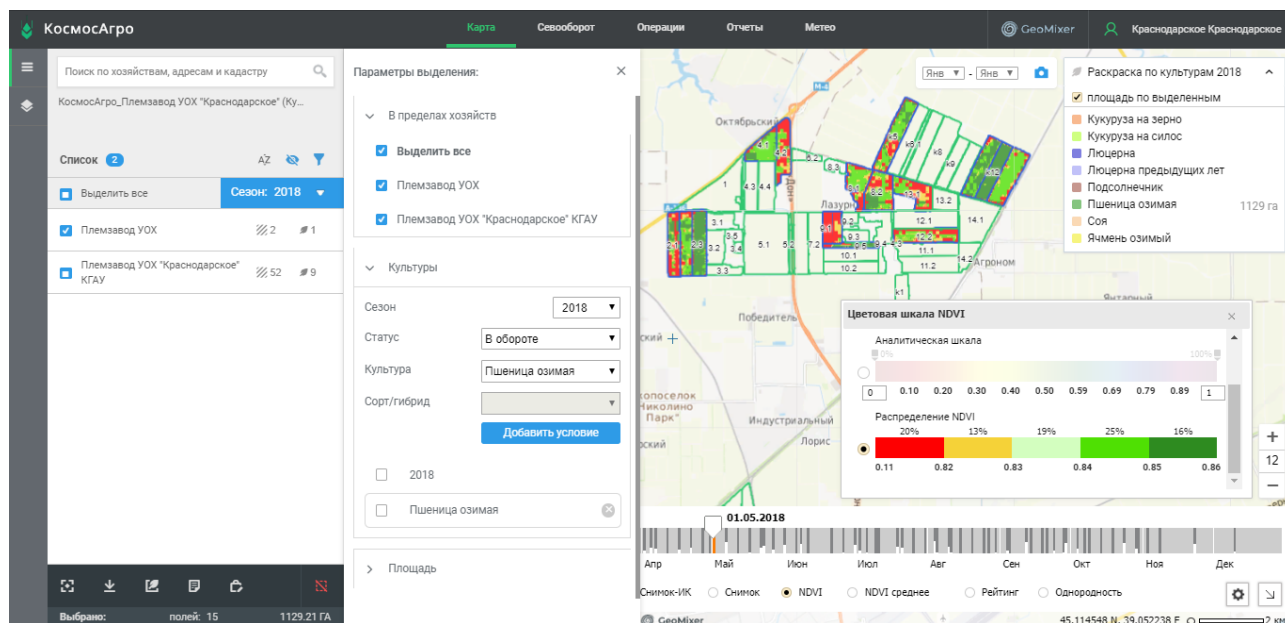

Рисунок 8.22 – Перерасчет полей
17. Сочетанием клавиши «Ctrl» + «левая кнопка мыши» выберите «слабые» поля. Система выполнит перерасчет (рисунок 8.22). Это в каком-то смысле аналог карт урожайности, помогает выявлять «слабые зоны» и работать с ними.